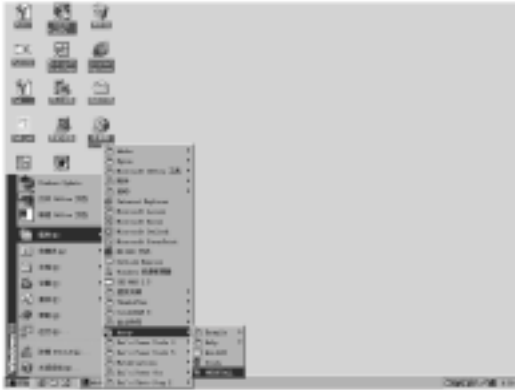

图 1.10 卸载
- 用鼠标左键单击该程序集下的“UNINSTALL”，如图 1.10 所示；